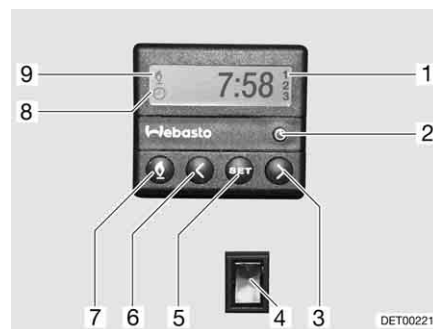

Bild 154 Kontrollenhet för motorvärme
- Tryck ner knapp (Bild 154,7). Värmedriften indikeras av symbolen (Bild 154,9). Fläkten startas först när kylmedelstemperaturen uppgår till 30 °C.
- Tryck ner knapp (Bild 154,7). Symbolen (Bild 154,9) slocknar.
- Vippkontakten (Bild 154,4) trycks in nedtill. Motorn förvärms. Fläkten startas direkt.
- Vippkontakten (Bild 154,4) trycks in upptill. Motorn värms inte upp.
- Tryck ner knapp (Bild 154,2). Tidsinställningen indikeras genom symbolen (Bild 154,8).
- Ställ klockan med knapparna (Bild 154,3 och 6).
- Tryck ner knapp (Bild 154,5).
- Ställ in starttiden inom 10 sekunder med knapparna (Bild 154,3 och 6).
- Tryck på knappen (Bild 154,5) tills önskat programnummer (Bild 154,1) visas på displayen.